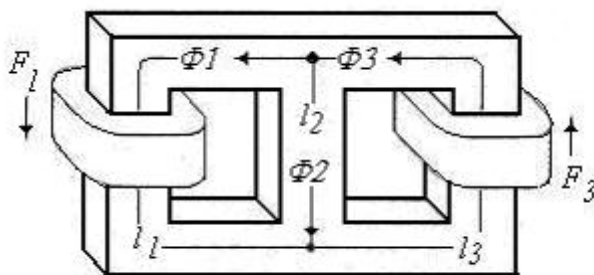

Fig. 8
9.-El circuito magnético paralelo de la Fig. 8 es de silicio-acero con la misma área de sección transversal en toda su extensión $S = 1,30$ cm². Las longitudes medias son $l_1 = l_3 = 25$ cm, $l_2 = 5$ cm. Las bobinas tienen 50 vts. cada una. Dado que $\phi_1 = 90$ μwb y $\phi_3 = 120$ μwb. Halle las corrientes de las bobinas.